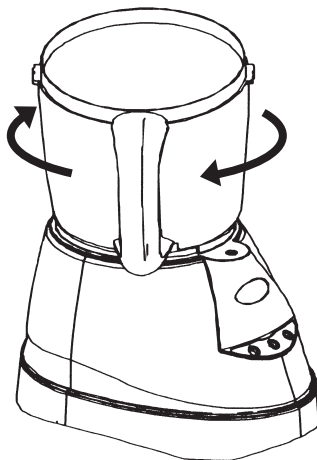
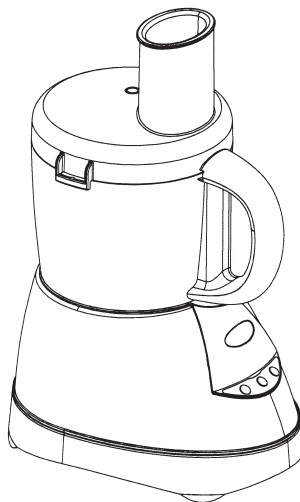

Bild 1
Bild 2
1. Placera blandarskålen på motordelen så att den passar i spåren enligt bild 1. Vrid sedan skålen moturs så att den blir fastlåst med handtaget i linje med kontrollpanelen.
2. Placera tillbehörshållaren (2) på drivaxeln.
3. Tag sedan försiktigt insatskivan (1) och placera den på drivaxeln med önskad sida uppåt.
5. Vrid fast locket ordentligt så att ett klickljud hörs och matarröret och blandarskålen befinner sig i linje med varandra enligt bild 2.
2. Placera kniven (3) på drivaxeln.
4. Vrid fast locket ordentligt så att ett klickljud hörs och påfyllningsröret och blandarskålen befinner sig i linje med varandra enligt bild 2.